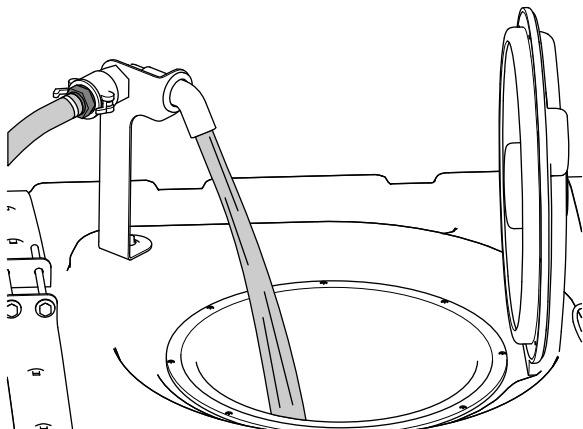

Figure 30
- Ajoutez les trois quarts de l'eau nécessaire dans la cuve du pulvérisateur (Figure 30).